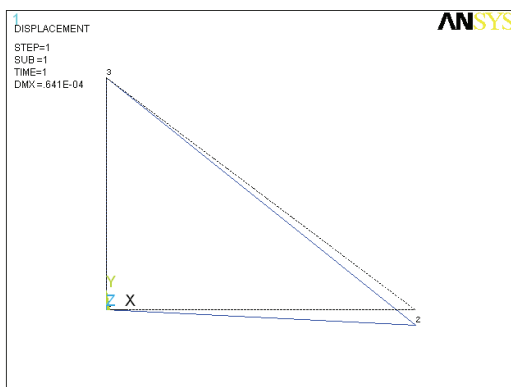

图 3-70 变形后和未变形的几何形状显示
1) 选择 Main Menu | General Postproc | Plot Results | Deformed Shape 命令, 出现 Plot Deformed Shape 对话框, 在 KUND Items to be plotted 选项中选择 Def+undeformed 选项, ANSYS 显示窗口将显示变形后和未变形的几何形状, 如图 3-70 所示。